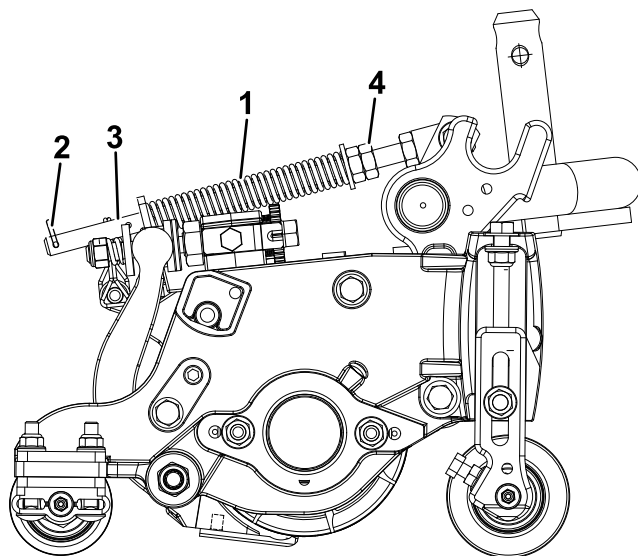

図 12
ターフ補正スプリング 図 12 は、前ローラから後ローラへと、カッティングユニットの体重移動を行います。これにより、マーセリングやボビングと呼ばれる「波打ったような」仕上がりを防いでいます。
1. スプリングロッドの後穴にヘアピンコッターを忘れずに取り付けてください 図 12。
2. スプリングロッド前部の六角ナットを締めて、スプリング圧縮状態の長さが12.7cmになるようにする 図 12。